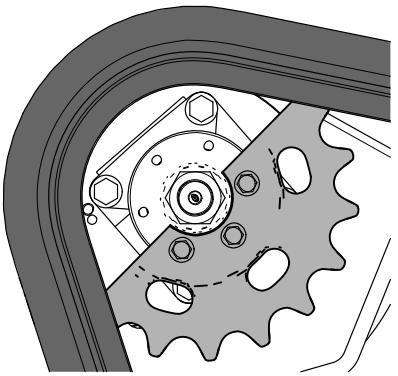

Figura 63
- Spostate in avanti il comando della trazione fino a quando l'altra metà della ruota conduttrice non è innestata nel cingolo (Figura 63).